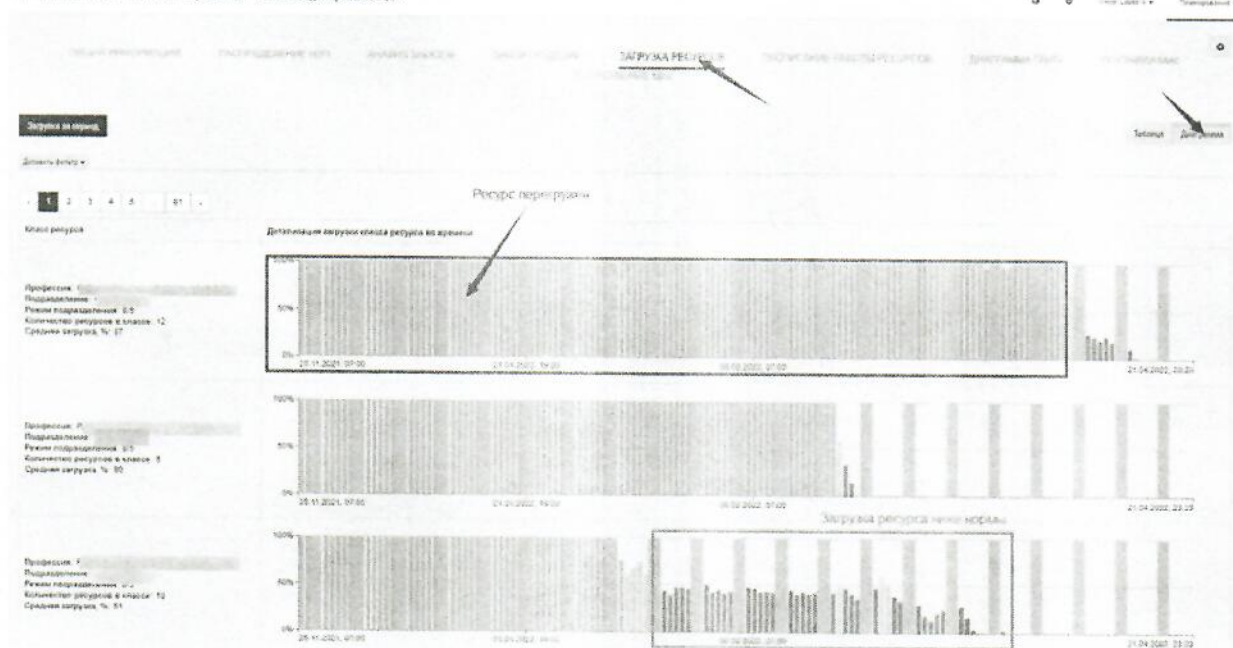

Рисунок 4.80
- в виде диаграммы (смотрите рисунок 4.80).